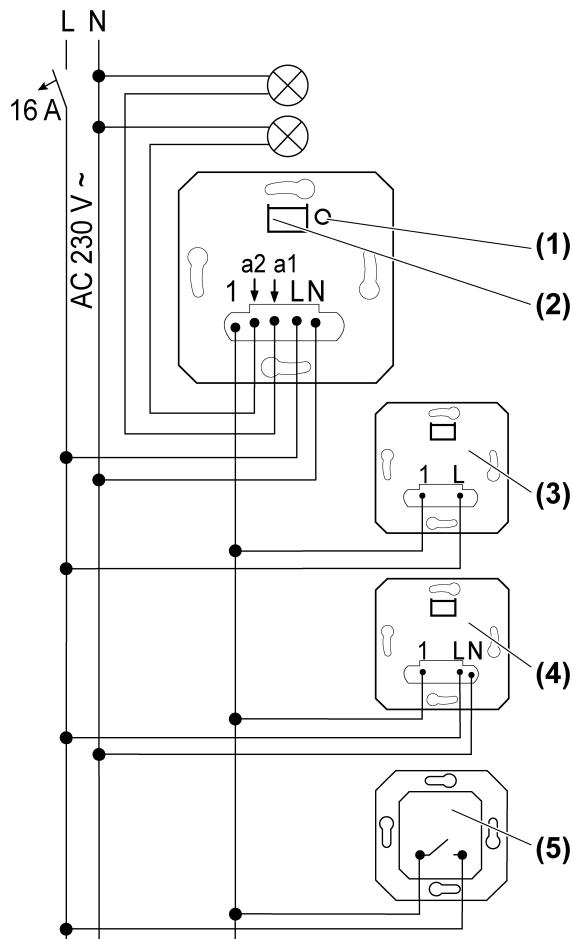
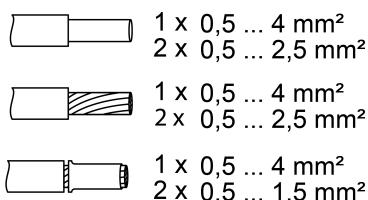

рисунок 1: Схема подключения с дополнительными подчиненными узлами локальной сети
рисунок 2: Сечение провода под клемму
- Подключите вставку для переключения согласно схеме подключения (рисунок 1). При этом необходимо соблюдать необходимое сечение провода под клемму (рисунок 2).
- i** Нагрузку на оба выхода можно переключать путем кратковременного нажатия кнопки TEST (1) (состояния переключения: **a1** вкл. **a2** выкл., **a1** выкл. **a2** вкл., **a1** и **a2** вкл., **a1** и **a2** выкл.).